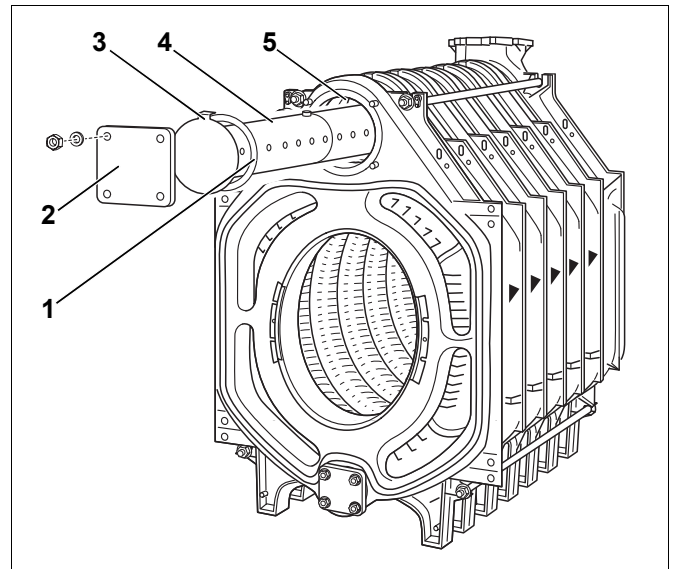

Fig. 24 Montaggio del tubo d'alimentazione
Il tubo di alimentazione (fig. 24, [4]) delle caldaie a 10–12 elementi è composto da 2 parti.
- Inserire la guarnizione piatta sul tubo d'alimentazione (fig. 24, [1]).
- Chiudere con la flangia cieca (fig. 24, [2]).
- Prestate attenzione, che la camma (fig. 24, [3]) della piastra di chiusura del tubo d'alimentazione si inserisca nell'incavo del mozzo superiore della caldaia (fig. 24, [5]).